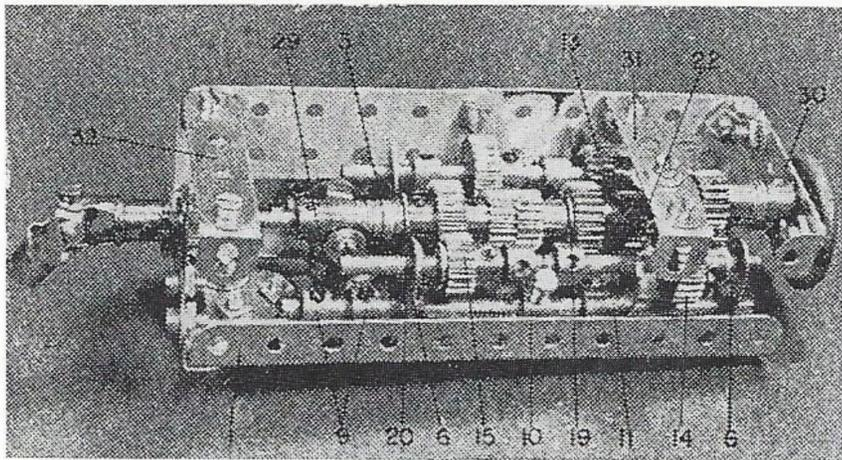

Fig.2 - Sur cette vue de la boîte, les plaques d'un des flancs ont été enlevées pour montrer le coulisserment des baladeurs et les tringles qui les actionnent
(13) est tenue par le support (10) et comporte une poulie No22 munie d'un anneau No155 (14). On s'arrangera de façon à ce que l'anneau touche le cercle (1) par sa partie inférieure (comme montré Fig.2) de façon à le maintenir sur les plaques No52 et No189.
Pour cela le support (11) (Fig.3 et photo) est muni de deux embases No126A (21). Un trou de ces embases reçoit un axe (20) sur lequel est fixé une roue No27A (16) et une roue barillet No24 (17). On orientera les embases de façon à ce que (16) engrène avec le pignon No26 (22) fixé sur l'axe (13) (Fig.2). Dans une variante, un pignon No25 peut être utilisé.